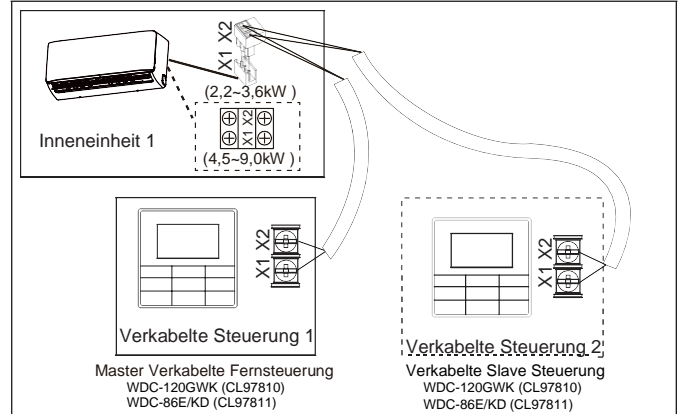

Abb. 6.7
- Verwenden Sie 1 kabelgebundene Steuerung zur Steuerung eines Innengerätes oder 2 kabelgebundene Steuerungen (ein Master und ein Slave) zur Steuerung eines Innengerätes (siehe Abb. 6.7);